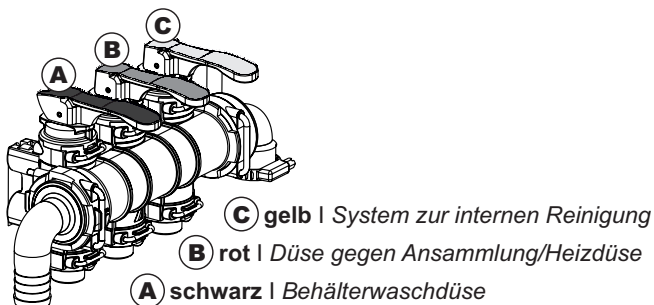

Abb. 5
- **BEI GESCHLOSSENEM DECKEL** etwa fünf Liter Wasser einfüllen und dabei den **gelben Hebel** heben (C, Abb. 5);
- den Behälter **GUT FESTHALTEN** und den Strahl anhand des **schwarzen Hebels** (A, Abb. 5 + Abb. 6b) betätigen, um so den Behälter gründlich zu waschen.
- Den **gelben Hebel C** (Abb. 5) heben, damit die für eine richtige Vormischung erforderliche Wassermenge eingefüllt werden kann.
- Den **gelben Hebel C** senken (Abb. 5).
**Alle drei Hebel (A, B + C, Abb. 5) anheben: Auf diese Weise werden sämtliche Düsen in Betrieb gesetzt, um die Innenwände zu waschen.**
An dieser Stelle ist jeglicher Wasserfluss im Mixer zu unterbrechen, dies indem **alle drei Hebel (A, B + C, Abb. 5) gesenkt werden.**